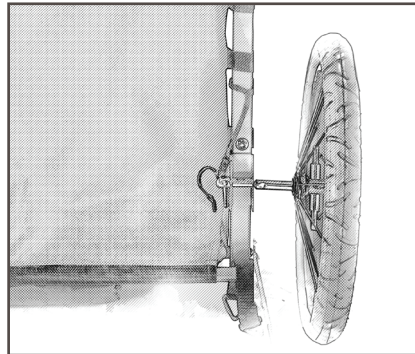

図9
2. ホイールおよびスタブ車軸を左ホイールブラケットの穴の隣に配置します (図9)。